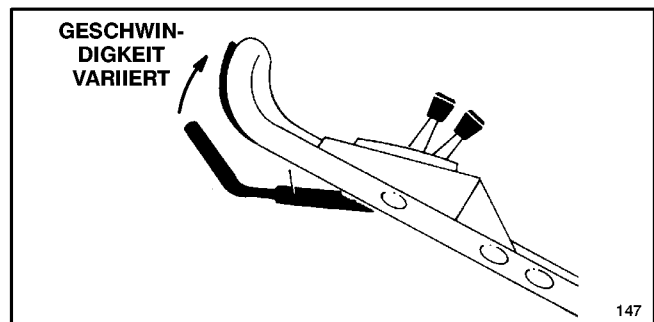

Abbildung 13
7. **FAHRBETRIEB**—Den Geschwindigkeitshebel auf die gewünschte Einstellung stellen und zum Fahren den Antriebshebel gegen den Gestängegriff drücken. **Die Grundgeschwindigkeit kann durch Erhöhen oder Verringern der Distanz zwischen Antriebshebel und Griff variiert werden (Abb. 13).** Bei Kurven, Manövern, oder wenn Ihnen der Mäher zu schnell ist, den Antriebshebel herunterlassen, um den Mäher zu verlangsamen. Wenn der Antriebshebel zu schnell heruntergelassen wird, stoppt der Selbstantrieb des Mähers. Den Antriebshebel dichter an den Griff drücken, um die Grundgeschwindigkeit zu erhöhen. Wenn der Antriebshebel dicht am Griff anliegt, arbeitet der Selbstantrieb bei maximaler Grundgeschwindigkeit. Der Antriebshebel braucht für den Selbstantrieb nicht fest gegen den Griff gedrückt zu werden. Den Geschwindigkeitsregler auf  stellen, wenn der Mäher zum Trimmen verwendet wird, und wenn er unbeaufsichtigt bleibt.